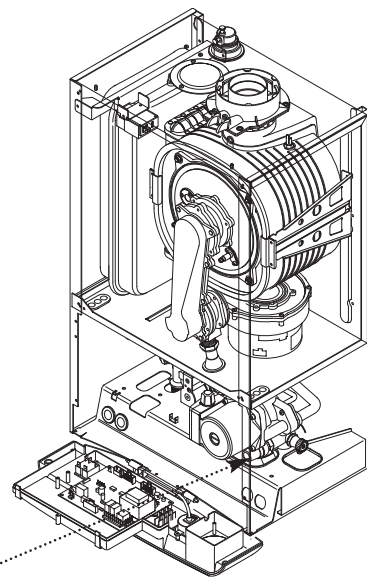

Fig. 4
6.6 Pressure Relief Valve (Fig. 4)